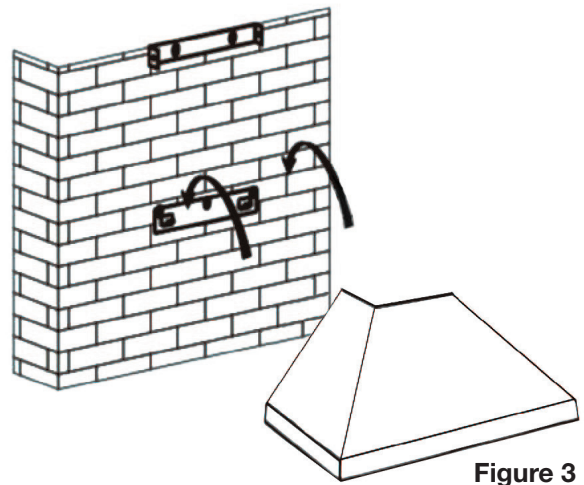

Figure 3
- Suspendre les crochets de la hotte sur les supports de montage de la hotte (voir figure 3).